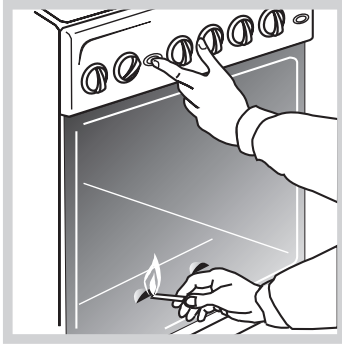
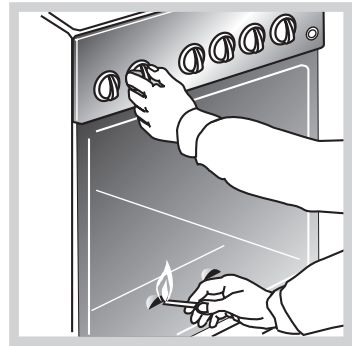

Рис.4
Рис.5
- Поднесите зажженную спичку к окну запальника и одновременно нажмите до упора кнопку ПУ (рис.4) или ручку ТУП (если ТУП без кнопки ПУ) (рис.5). Для срабатывания предохранительного устройства кнопку ПУ или ручку ТУП необходимо удерживать в течение 15 секунд.